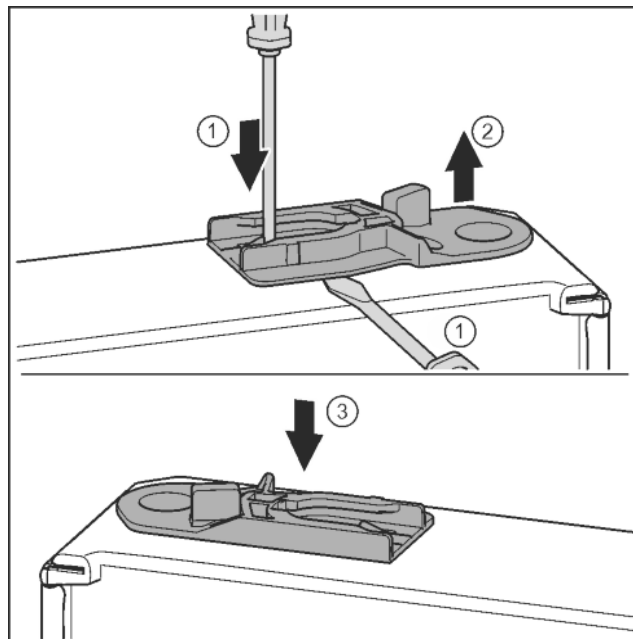

Fig. 32
- ▶ Извлечь направляющее гнездо: нажать накладку шлицевой отверткой и одновременно переместить ее шлицевой отверткой под направляющее гнездо. *Fig. 32 (1, 2)*
- ▶ Прилагаемое при поставке направляющее гнездо вставить на другой стороне корпуса. *Fig. 32 (3)*